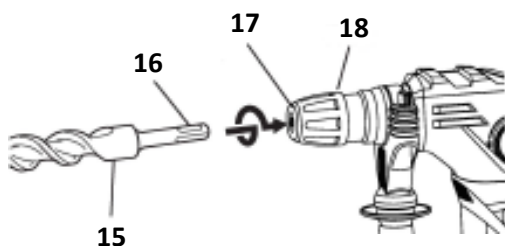

Рис.4
- Вставьте бур или др. насадку, поворачивая его, в держателе инструмента до тех пор, пока он сам не защелкнется. **Рис.4.**
- Для извлечения бура (15) из патрона необходимо блокирующую обойму (18) отжать по направлению стрелки (Рис.4а) и извлечь бур из патрона.
ВНИМАНИЕ! Для установки сменного инструмента в изделие, в первую очередь, необходимо очистить хвостовик (вытереть насухо чистой тряпкой), а затем смазать небольшим количеством (0,5-1 г) специальной смазки для буров **Рис.4б.**
Рис.4а
Рис.4б